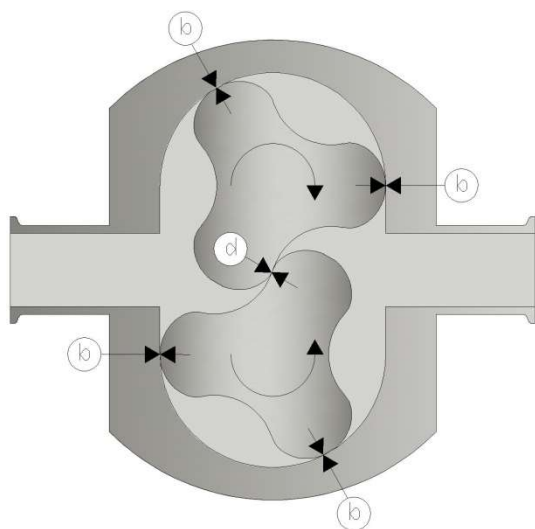

Abbildung 30 - Messung des Spiels
- Die Rotoren im Rotorgehäuse ausrichten, wie in der Abbildung 30 dargestellt.
- Das Eingriffsspiel zwischen den Rotoren (d in Abb. 30, links vom unteren Flügel) am ersten Flügel messen und notieren.
- Die Rotoren um 120° drehen (im Uhrzeigersinn am Rotor der Antriebswelle) und das Eingriffsspiel zwischen den Rotoren (d in Abb. 30, links vom unteren Flügel) am zweiten Flügel messen und notieren.
- Die Rotoren um 120° drehen (im Uhrzeigersinn am Rotor der Antriebswelle) und das Eingriffsspiel zwischen den Rotoren (d in Abb. 30, links vom unteren Flügel) am letzten Flügel messen und notieren.